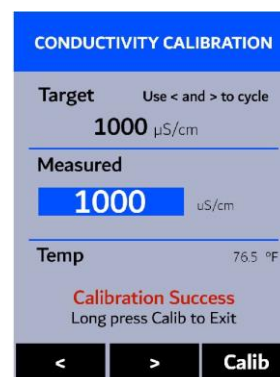

Figura 17.
10. El mensaje "**Calibración exitosa**" aparecerá hacia la parte inferior de la pantalla (Figura 17).